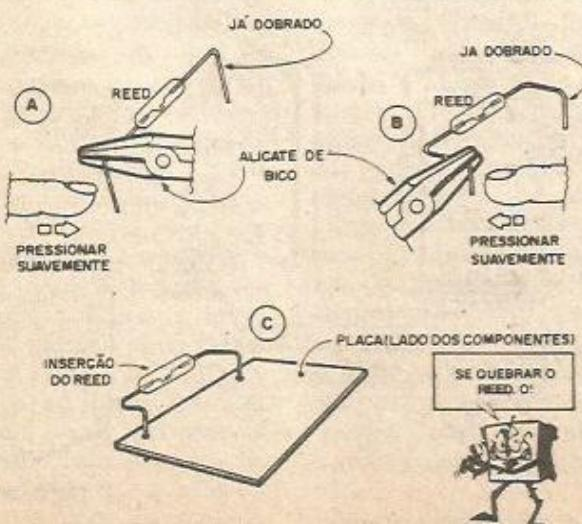

Fig. 6
- FIG. 6 - Lidando com o REED. Já dissemos que é uma peça relativamente frágil (mecanicamente, não eletricamente...). Como a sua conexão à placa exige certos parâmetros e posicionamentos, a fig. 6 dá as "dicas" de como tratar previamente o REED.
- FIG. 6-A - Primeiramente os terminais devem receber uma dobra em ângulo reto, de modo que o conjunto assuma o exato distanciamento das ilhas "R-R" da placa. Ao serem feitas essas dobras, os terminais devem obrigatoriamente ser "calçados" com um alicate de bico, ENTRE O PONTO DE DOBRA E O CORPO DA PEÇA! Isso evita que esforços mecânicos sejam transmitidos ao envoltório de vidro, que pode trincar se a tal dobra for feita sem a proteção do alicate!
- FIG. 6-B - A extremidade de cada terminal (já dotado da primeira dobra, como mostra a fig. 6-A) deve ser novamente dobrada em ângulo reto, para "baixo", de novo usando o "truque" do alicate (sempre ENTRE O PONTO A SER DOBRADO E A AMPOLA DO REED) para "absorver" trações que podem danificar a ampola de vidro.
- FIG. 6-C - Posicionamento real do REED junto à placa (ele deve ficar "fora" dela, porém rente e paralelo à sua borda, das a necessidade das duas dobras descritas af atrás...). A soldagem dos terminais deve ser feita rapidamente, já que uma operação muito demorada poderá causar dilatação (e quebra) da ampola de vidro. Depois de soldado e fixado, direitinho, a fragilidade do componente "desaparece", já que a estrutura mecânica geral "dá uma força", enrijecendo o conjunto.